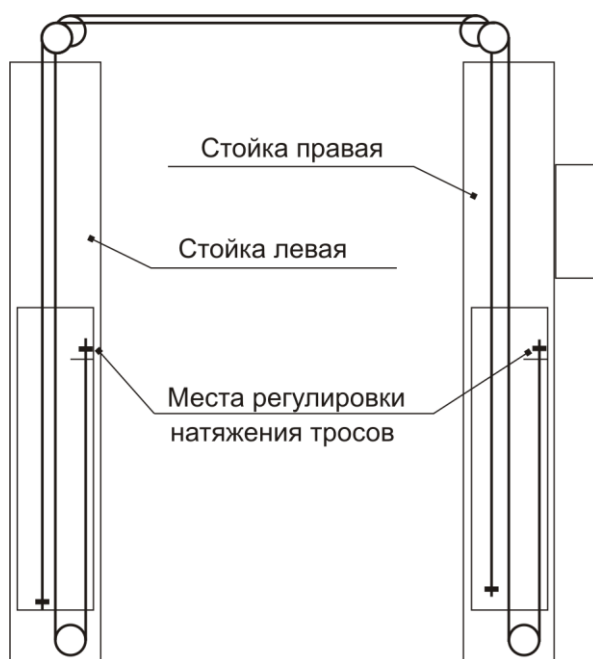

Рисунок 8 Схема запасовки синхронизирующих тросов
6.6. Установить тросы системы синхронизации кареток (см. рис. 8). Для облегчения монтажа тросов в каретках использовать тонкую проволоку, продетую через отверстие в наконечнике троса. Отрегулировать натяжение тросов. При чрезмерном натяжении тросов каретки движутся прерывисто. При недостаточном натяжении тросов одна каретка при движении может опережать другую.